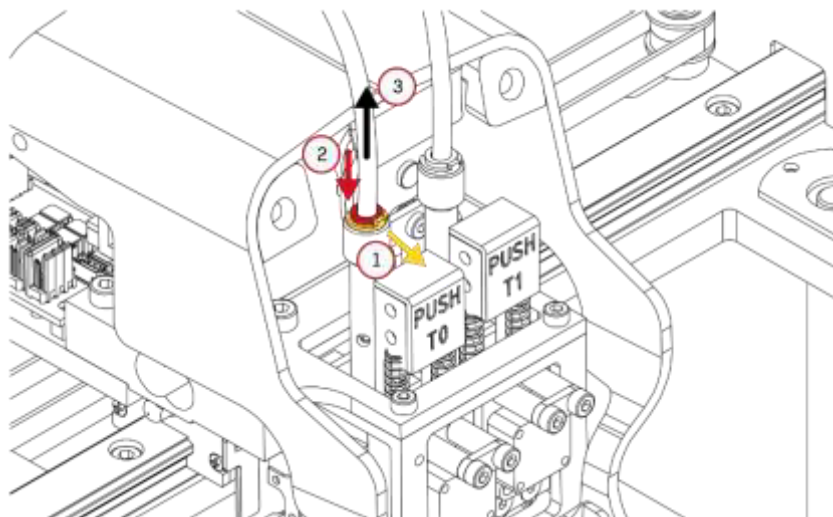
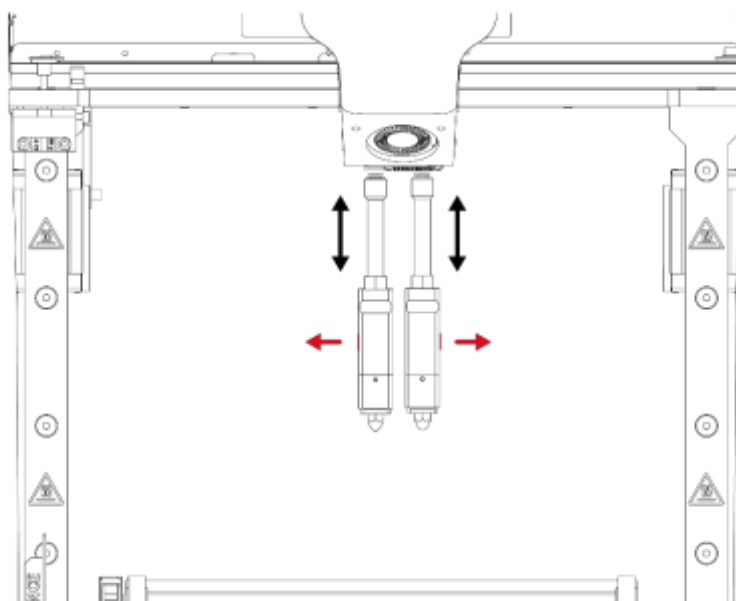

Рис. 52 Вытягивание боуден-трубки
Рис. 54 Правильное положение термоголовки (контакты направлены наружу)
4. Отключить боуден-трубку от термоголовки (рис. 52):
- a) вытянуть C-образный замок (рис. 52, шаг 1),
- b) надавить на замок соединителя трубки (рис. 52, шаг 2) и одновременно вынуть боуден-трубку (рис. 52, шаг 3).
Осторожно согнуть заглушку и одновременно нажать и удерживать кнопку PUSH. Вставлять термоголовку в зажимное кольцо, пока не почувствуется сопротивление, и отпустить кнопку PUSH и заглушку. При вставке термоголовки следует убедиться, что она установлена правильно – контакты должны быть направлены наружу, а горизонтальный паз должен быть направлен к пользователю (рис. 54). Затем вставить боуден-трубку в термоголовку, как показано на рис. 52. Правильно установленная короткая боуден-трубка будет видна в отверстии в направляющей термоголовки (рис. 40).